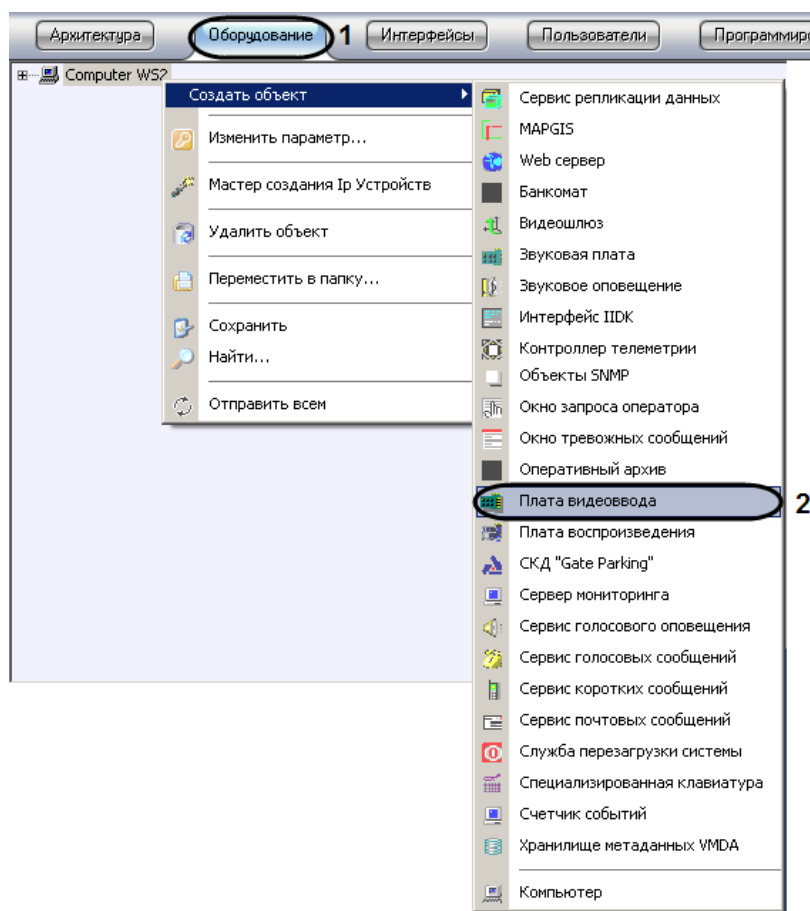

Рис. 3.1—1 Контекстное меню объекта «Компьютер»
2. В контекстном меню объекта «Компьютер» выбрать «Создать объект» -> «Плата видеоввода» (Рис. 3.1—1, 2).
В результате откроется панель основных настроек объекта (Рис. 3.1—2).